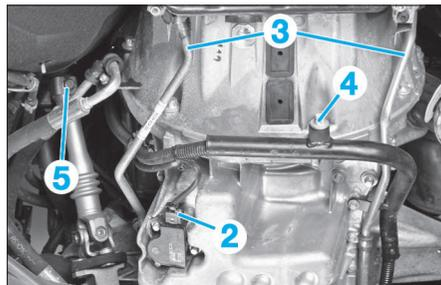

FIG. 42
- Déconnecter le capteur de qualité d'huile (2) (Fig.42).